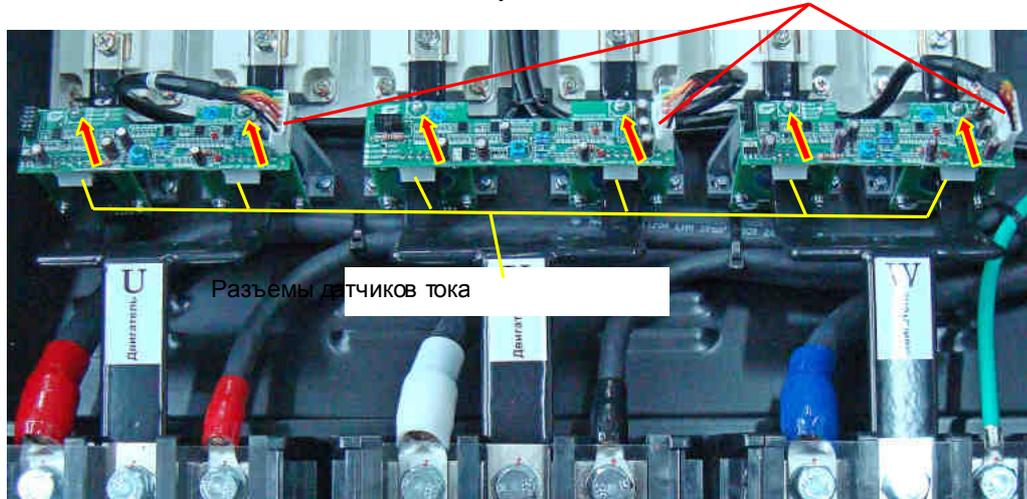

Рис. 7.27.
положенными снизу на платах (рис. 7.27). Посадить платы до упора, проконтролировать надежность соединения разъемов.
7.13.5. Закрепить каждую из плат 2 винтами (рис. 7.27, красные стрелки).
7.13.6. Соединить разъемы жгутов плат датчиков тока с ответными разъемами на платах датчиков тока (рис. 7.27).